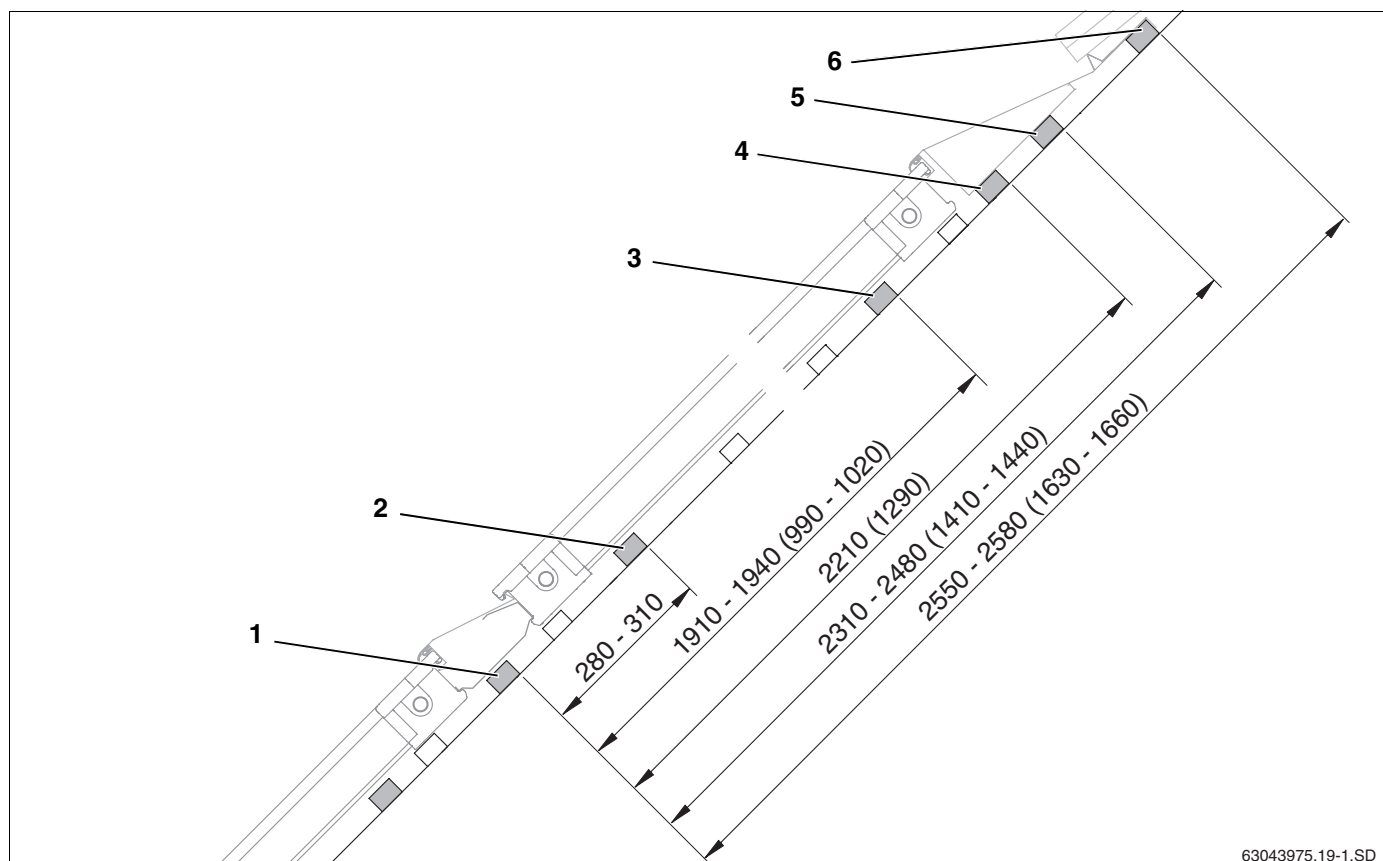

Fig. 15 Distancias de los listones adicionales para el montaje en varias filas (dimensiones en mm, valores entre paréntesis = horizontal)
El cuarto listón adicional del montaje en una fila es al mismo tiempo el primer listón de la fila inmediatamente superior (fig. 15, **pos. 1**) y se precisará para el seguro contra deslizamiento de la fila superior de colectores.
- ▶ Monte abajo el segundo listón de tejado para las sujeciones laterales (fig. 15, **pos. 2**).
- ▶ Monte arriba el tercer listón de tejado para las sujeciones laterales (fig. 15, **pos. 3**).
- ▶ Monte el cuarto listón para el apoyo de la cuña de stiropor de las chapas protectoras superiores (fig. 15, **pos. 4**).
- ▶ Monte el quinto listón de apoyo para las chapas protectoras superiores (fig. 15, **pos. 5**).
- ▶ Monte el sexto listón para el apoyo y fijación de las chapas protectoras superiores (fig. 15, **pos. 6**).